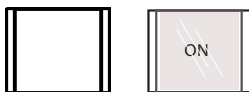

Рис. 4. Расположение колпачка кнопки до и после наклейки маркера
4. Возьмите колпачок кнопки так, чтобы ее расположение совпадало с представленным на рис. 4, ее «боковые секции» должны находиться по краям справа и слева.